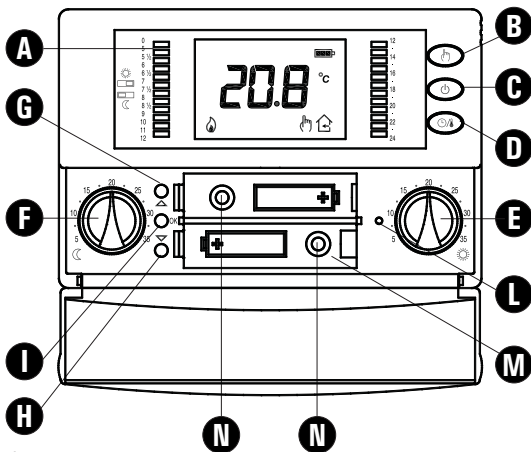

Fig. 5
- Coloque as pilhas no compartimento da bateria (M Fig. 5; Ver parágrafo "como inserir / substituir as pilhas").